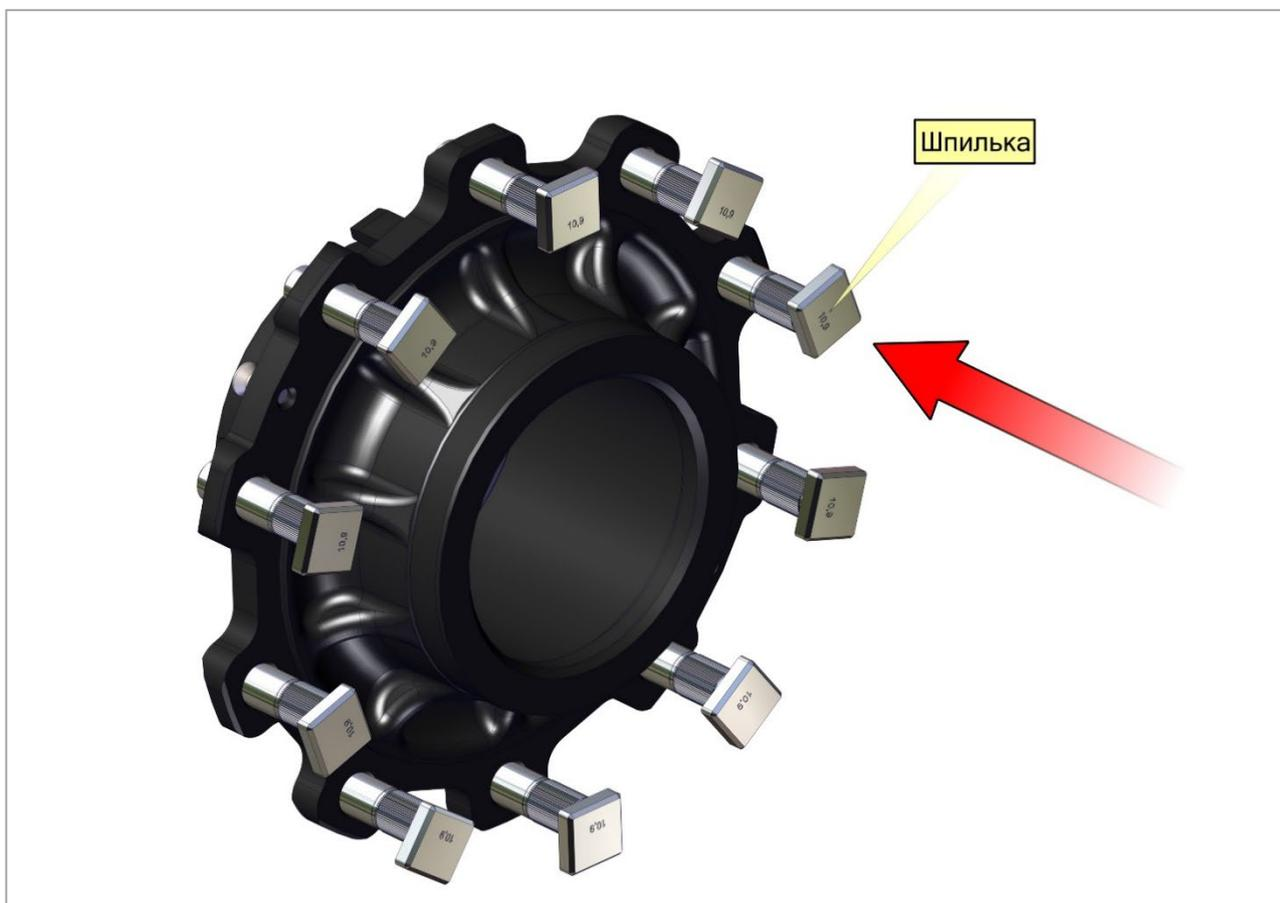

Рис. 27. Установка шпилек.
- 3) Шпильку необходимо надежно устанавливать на место, следя за тем, чтобы она располагалась под прямым углом к поверхности ступицы и точно садилась на внутренний торец ступицы (рис. 27).